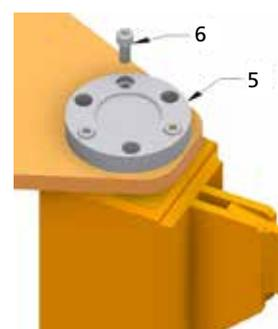

Abb.45
4. Die Stifte 5 mit den entsprechenden Schrauben 6 in den drei 120 °-Löchern am Flansch der Stifte 5 unter Verwendung der in der Tabelle aufgeführten Anzugsmomente anziehen (Abb. 45).